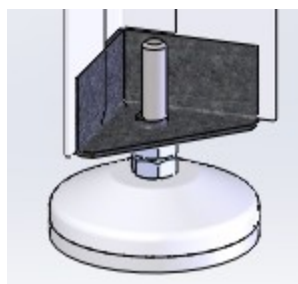

Рис.1
2.3 Вверните ножки опорные в стойки и в опоры полки (рис.1).